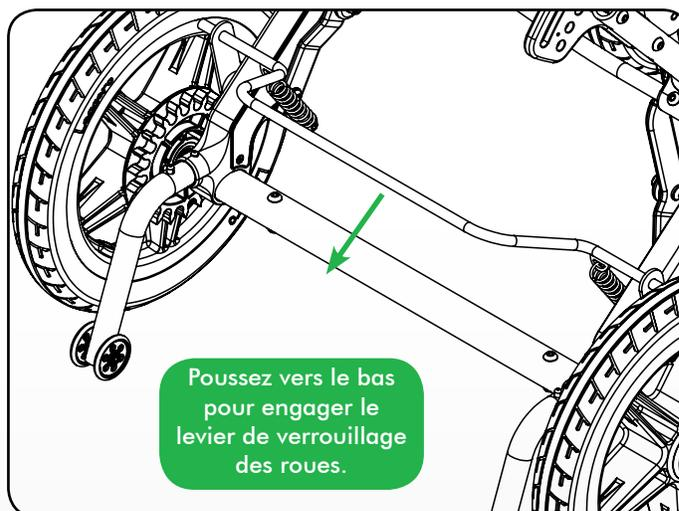

Figure 3
1. Pour engager le blocage des roues, pousser la barre transversale vers le bas avec votre pied. Consultez figure 3.